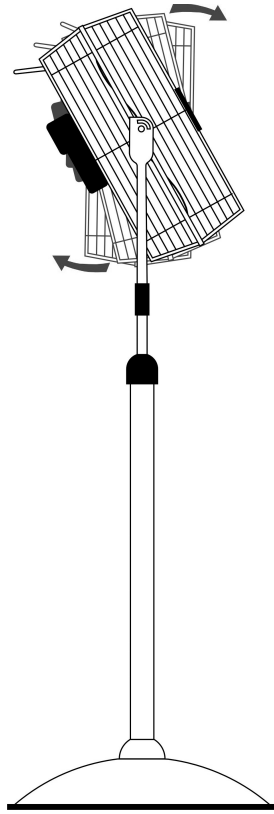

Fig. 3
- Los aparatos de la serie TURBO disponen de cabezal regulable gracias al que usted puede inclinar el cabezal hacia arriba o hacia abajo, según sus necesidades (Fig.3).